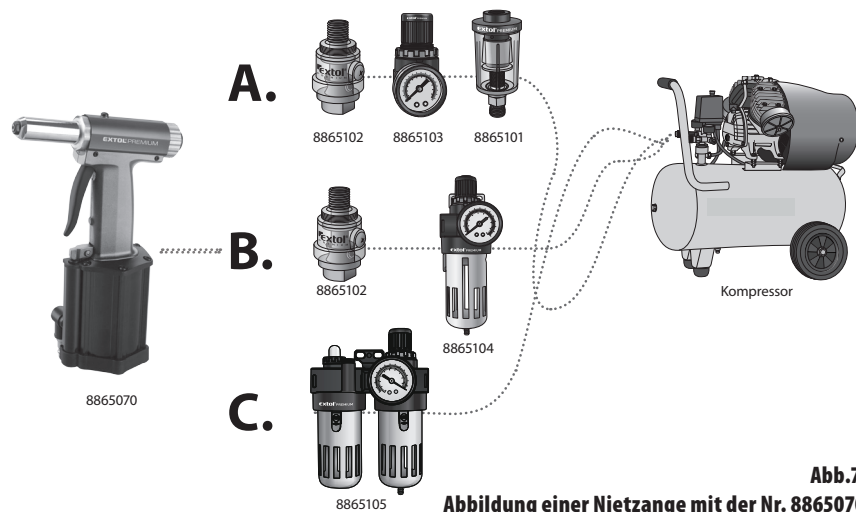

Abb.7,
ANSCHLUSSMÖGLICHKEITEN (SIEHE SCHEMA AUF ABB. 7)
- Die Reihenfolge der Aufbereitungsanlagen, die im Schema auf der Abb. 7 dargestellt ist, muss beim Anschluss eingehalten werden.